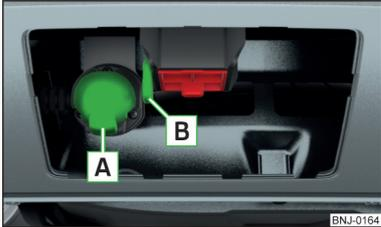

Abb. 162
- › Den Stecker des Anhänger-/Zubehörkabels in die 13-polige Steckdose **A** » Abb. 162 einstecken. (Wenn der Anhänger/das Zubehör über einen 7-poligen Stecker verfügt, ein entsprechendes Reduktionsstück aus dem ŠKODA Original Zubehör verwenden).